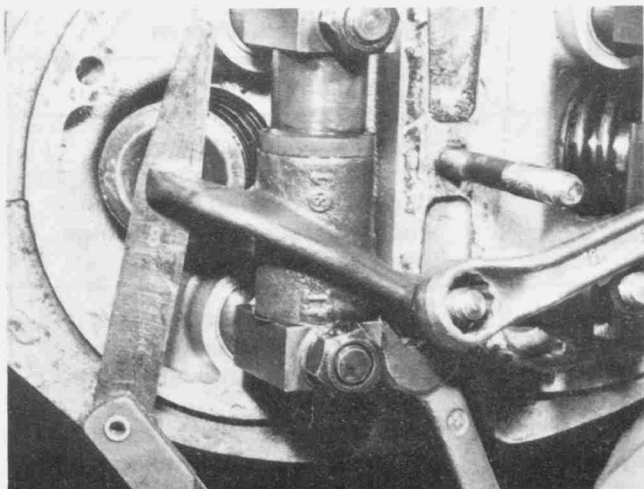

Bild 104
- Einen Innensechskantschlüssel in die mittlere Schraube des Drehstromgenerators einführen und den Motor von Hand durchdrehen, bis der zu kontrollierende Zylinder in OT im Verdichtungshub (Einlassventil gerade geschlossen) steht. Das Ventilspiel mit einer Fühlerblattlehre zwischen Kipphebel und Ventilschaft kontrollieren (vgl. Technische Daten und Bild 104).